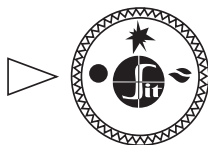

Рис. 7
- 7.2. В исходном (выключенном) положении ручк упр вления н ходится в положении **«точк»** (рис. 7). Пилотн я и основные горелки пог шены (под ч г з к ним з блокиров н).
- 7.5. **Выключение пп р т** производится путем поворот ручки в положение **«точк»** (рис. 7). При этом пилотн я и основные горелки (если горят) пог снут.